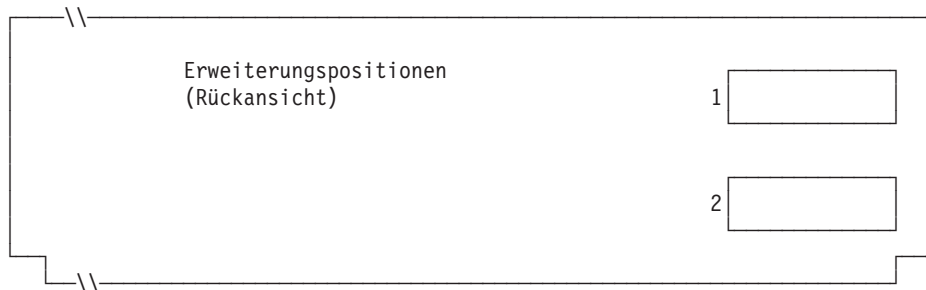

Abbildung 83. Rückseite der Datenkasse IBM 4693-3x1
4. In Abb. 83 jede Erweiterungsposition, in der ein Dual-Asynchronadapter **zur Benutzung durch die Kassenprogramme** installiert ist, mit einem X kennzeichnen. Sind die Adapter zur Benutzung durch andere Anwendungen (als die Kassenprogramme) vorgesehen, keine Kennzeichnung vornehmen.